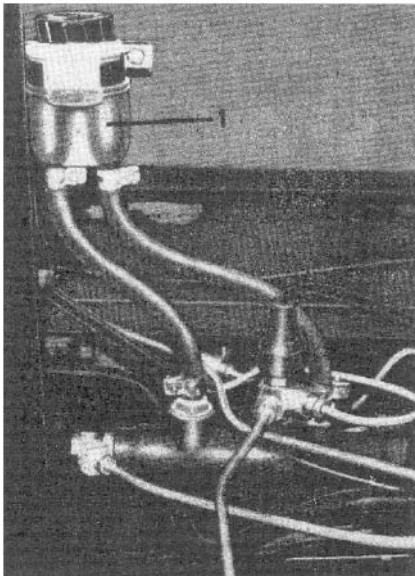

Bild 25. Betriebsbremse
7. Betriebs- und Feststellbremse sowie Lenkung auf Funktionstüchtigkeit überprüfen. Bremsflüssigkeit im Vorratsbehälter (Bild 25/1) kontrollieren und gegebenenfalls Bremsflüssigkeit nachfüllen.